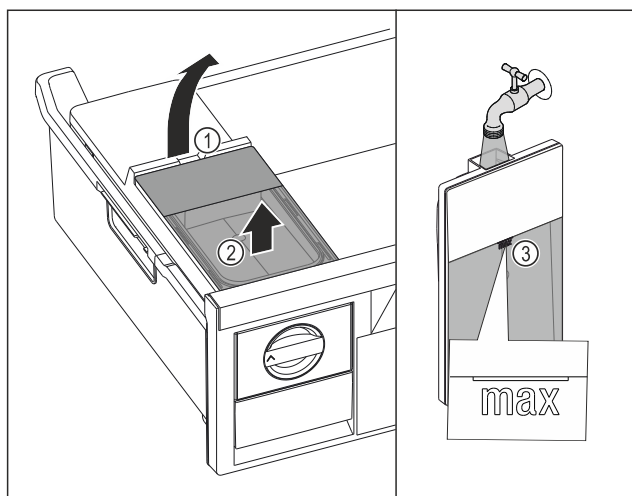

Fig. 110
- ▶ Zbiornik wody unieść za wycięcia Fig. 110 (1).
- ▶ Wyjąć zbiornik wody do góry Fig. 110 (2)
- ▶ Zbiornik wody napełnić wodą pitną aż do oznaczenia Fig. 110 (3).